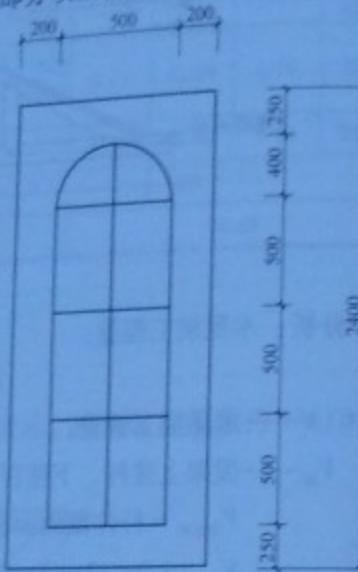

图 2-25 木门扇皮制隔声面层门
**【例 2-25】** 某工程制作、安装木门扇皮隔声面层门 5 棱(材料:皮制面层、海面 40mm 厚、胶合板 5mm 和红樟板);如图 2-25 所示, 编制其分部分项工程量清单、综合单价及合价表。